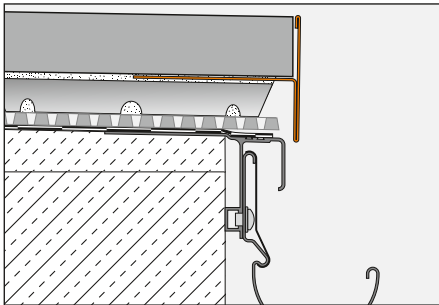

Fig. 3
- 3.3 Na utilização das chumaceiras dos suportes de pedestal Schlüter-TROBA-STELZ-MR (Fig. 3), o perfil BARA-RT / BARA-RTC é incorporado no ponto da argamassa. O perfil de remate cobre a aresta livre da construção do revestimento. Os elementos de placa auto-portantes são depois colocados nos suportes de pedestal.